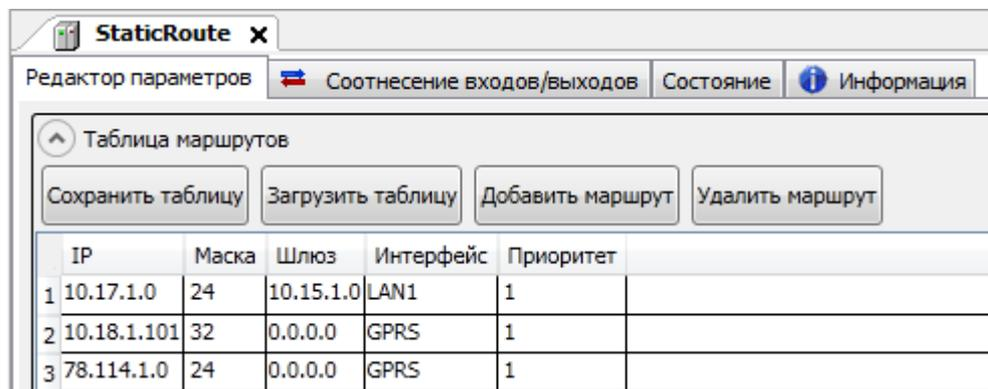

Рисунок 3.72 – Устройство StaticRoute. Вкладка Редактор параметров. Таблица маршрутов
Для реализации схемы, приведенной на рисунке 3.70, необходимо во вкладке *Редактор параметров* устройства **StaticRoute** задать в *таблице маршрутов* соответствующие параметры (рисунок 3.72).
**IP** можно задать двумя способами: в явном виде и в виде подсети. В таблице маршрутов (рисунок 3.72) в соответствии с задачей, приведенной на рисунке 3.70, для интерфейса **LAN1** адрес был задан в виде подсети (маска 24), для интерфейса **GPRS** – в виде подсети и в явном виде (конкретно заданный адрес, маска 32).